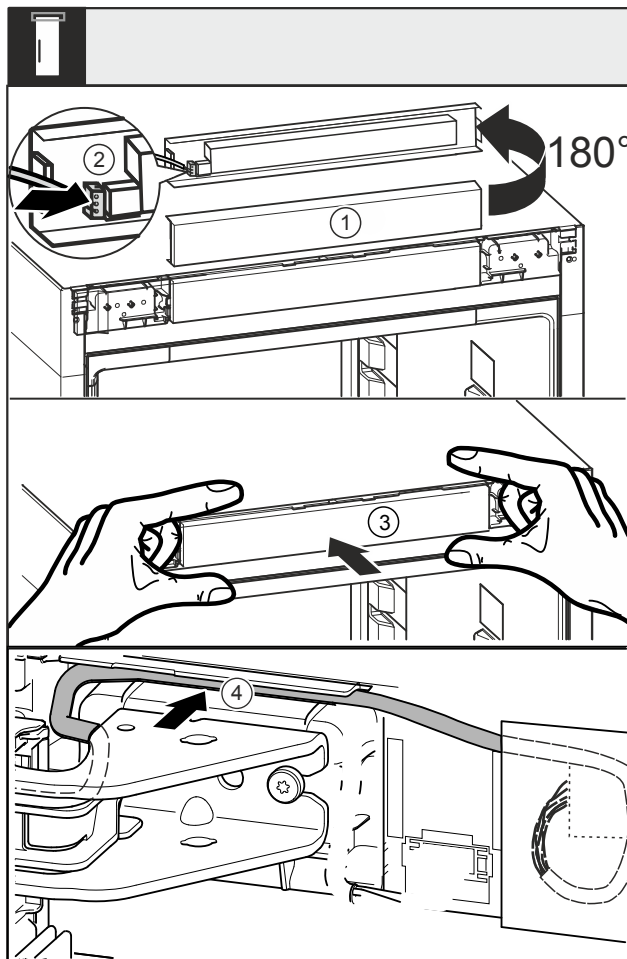

Fig. 45
- Pagrieziet aizsegu Fig. 45 (1) par 180° uz augšu.
- Nofiksējiet spraudni Fig. 45 (2) pie vadības pārsega.
- Nofiksējiet atkārtoti aizsegu Fig. 45 (3) pie ierīces.
- Ievietojiet uzmanīgi kabeli vadotnē Fig. 45 (4) virs augšējā gultņa balsta.